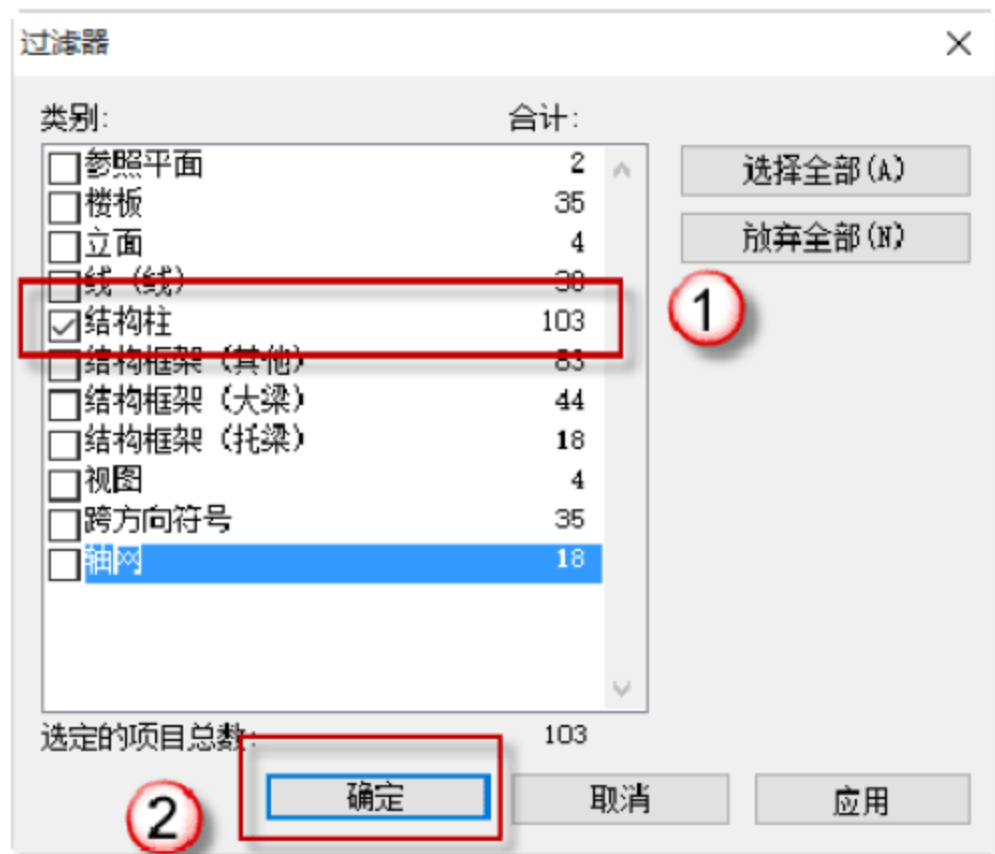

图 4.3.52 复制结构柱
(2) 复制混凝土矩形框架柱与圆形框架柱, 框选所有对象, 打开“过滤器”对话框, 选中“结构柱”复选框, 单击“确定”按钮, 选择“复制到剪切板”命令, 完成复制, 如图 4.3.52 所示。